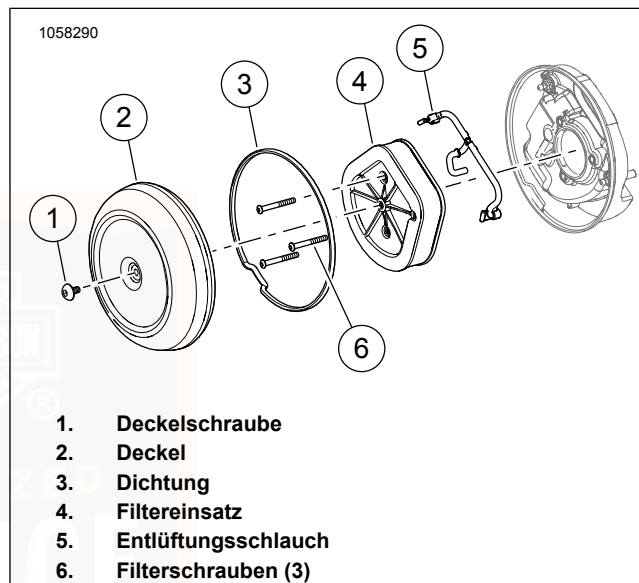
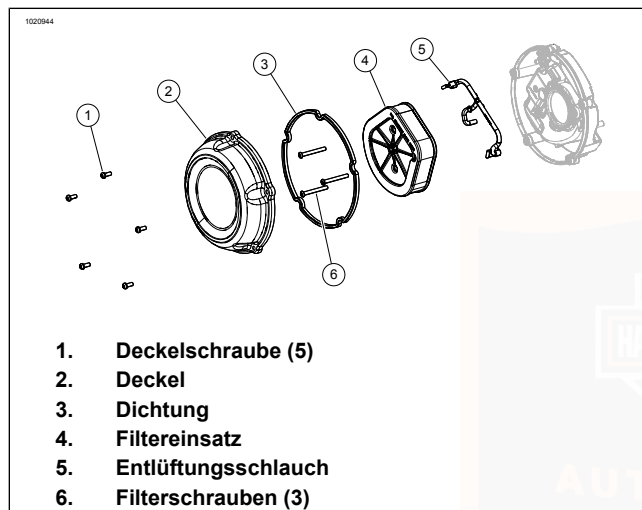

Abbildung 69. Luftfilter: Einzelne Schraube
Abbildung 70. Luftfilter: Fünf Schrauben
1. Siehe Abbildung 69 oder Abbildung 70 . Die Luftfilterabdeckung entfernen.
- a. Die Schrauben (1) entfernen.
- b. Den Deckel (2) entfernen.
- a. Die Schrauben (6) entfernen.
- b. Filtereinsatz (4) entfernen und dabei den Entlüftungsschlauch (5) aus dem Filtereinsatz ziehen.
3. Entlüftungsschlauch (5) von den Entlüftungsschrauben entfernen.
1. Siehe Abbildung 69 oder Abbildung 70. Den Luftfiltereinsatz anbringen.
- a. Den Entlüftungsschlauch (5) auf den Entlüftungsschrauben anbringen.
- b. Filtereinsatz (4) anbringen und dabei den Entlüftungsschlauch in den Filtereinsatz einführen.
- c. Die Schrauben (6) anbringen. Festziehen. 5,4–8,1 N·m (48–72 in-lbs)
2. Sicherstellen, dass die Gummidichtung (3) ordnungsgemäß angebracht und unbeschädigt ist. Bei Bedarf austauschen.
- a. LOCTITE 243 MEDIUM STRENGTH THREADLOCKER AND SEALANT (BLAU) (99642-97) auf die Schraubengewinde (1) auftragen.
- b. Die Abdeckung (2) anbringen.
4. Die Schraube (1) anbringen.
- b. **Abdeckung mit fünf Schrauben:** Die Schrauben (1) anbringen. Sternförmig anziehen. 5,4–8,1 N·m (48–72 **in-lbs**)